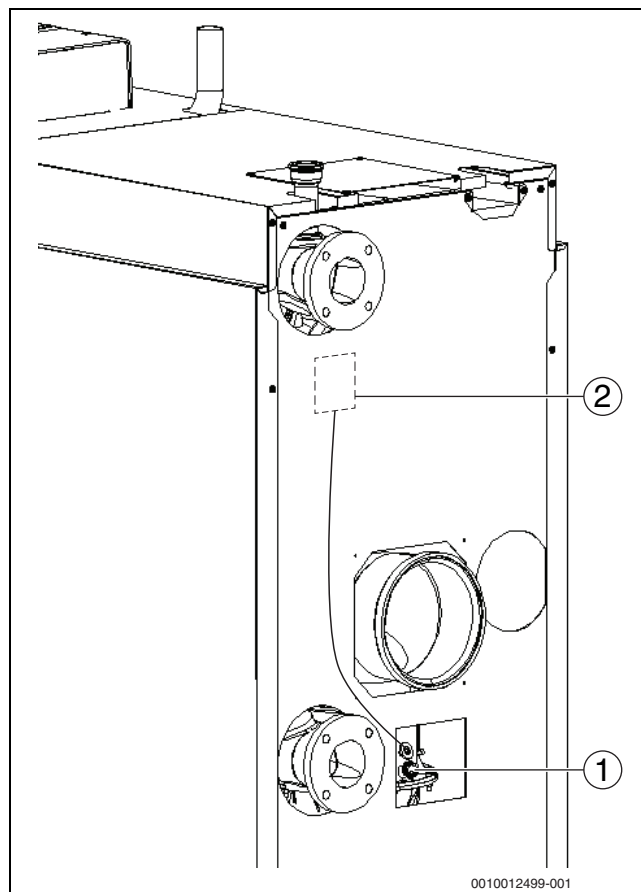

Fig. 33 Enregistrer les valeurs de mesure (puissances de chaudière 150-300 kW)
- ▶ Maintenir la sonde de mesure dans le courant primaire du collecteur de fumées à travers l'orifice de mesure (→ fig. 33, page 32) puis vérifier la teneur en O₂.
- ▶ Maintenir la sonde de mesure dans le courant primaire du conduit de fumées à travers l'orifice de mesure (→ fig. 33, page 32) puis contrôler la teneur de O₂.
- ▶ Effectuer les mesures suivantes à un point de mesure de l'élément de raccordement chaudière (→ fig. 33 et 34) et les enregistrer dans le protocole de mise en service (→ chap. 17.6, page 69) :